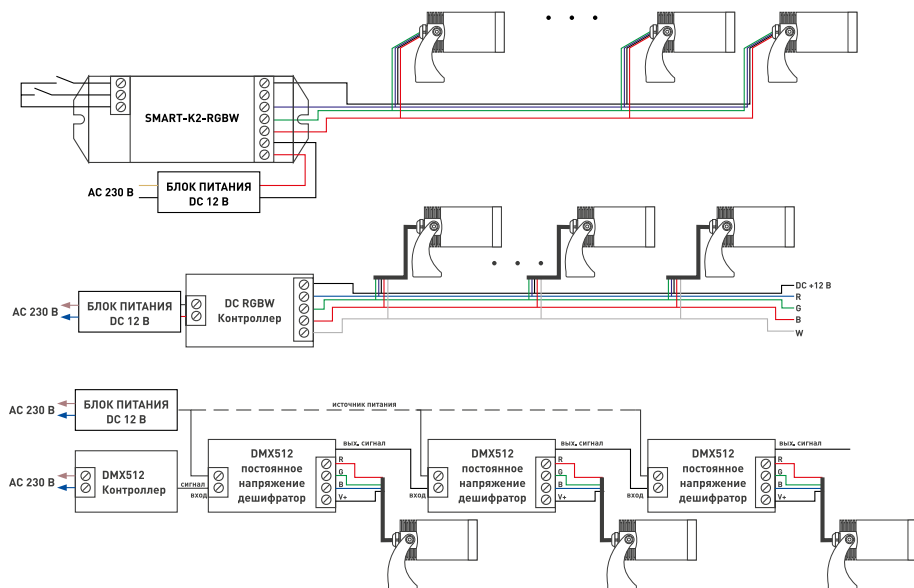

Рис. 2. Схемы подключения
- 3.3. Присоедините провода питания светильника к контроллеру ШИМ. Соблюдайте порядок подключения и маркировку проводов: черный — общий +12 В, красный — канал «R» -12 В, зеленый — канал «G» -12 В, синий — канал «B» -12 В, белый — канал «W» -12 В (см. рис. 2).